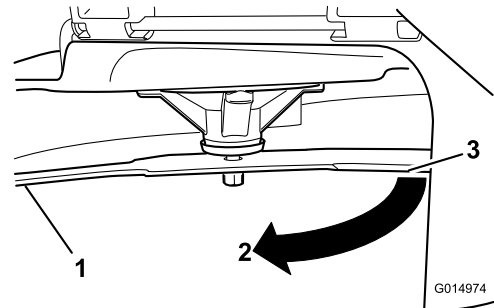

**Figuur 56**
2. Trek dikke handschoenen of andere adequate handbescherming aan en draai langzaam het mes in een stand die meting mogelijk maakt van de afstand tussen de maairand en het egale oppervlak waarop de machine staat (Figuur 56).